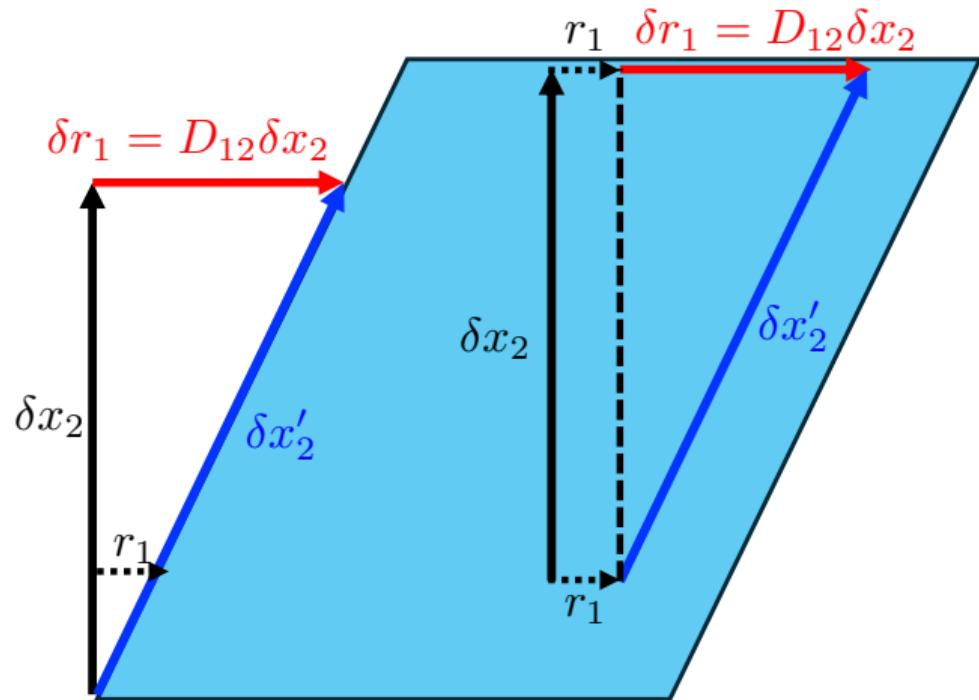

図 1: 単純剪断変形における
- また図 1 の通り、例えば均一な単純剪断変形を与えた場合、いずれの位置を基準にとっても、変形勾配テンソルが一様になることがわかる。